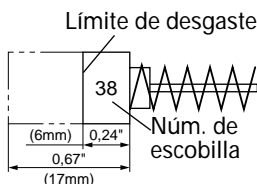

Fig. 18
3. Inspección de la escobillas (Fig. 18)
NOTA: Utilice las escobillas HITACHI Núm. 38 indicadas en la Fig. 18.